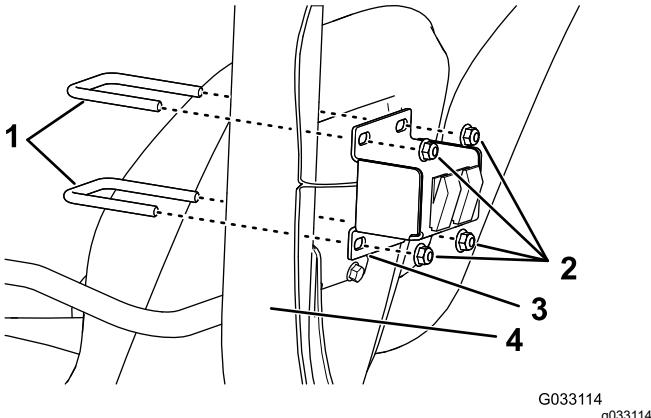

Figura 9
- Per le macchine Multi Pro 5800, montate la staffa dell'interruttore sul lato posteriore del gruppo ROPS con 2 bulloni a U ($\frac{3}{8}$ " x 2-15/16 x 3 $\frac{1}{2}$ ") e 4 dadi di bloccaggio flangiati ($\frac{3}{8}$ "), come illustrato nella Figura 9.